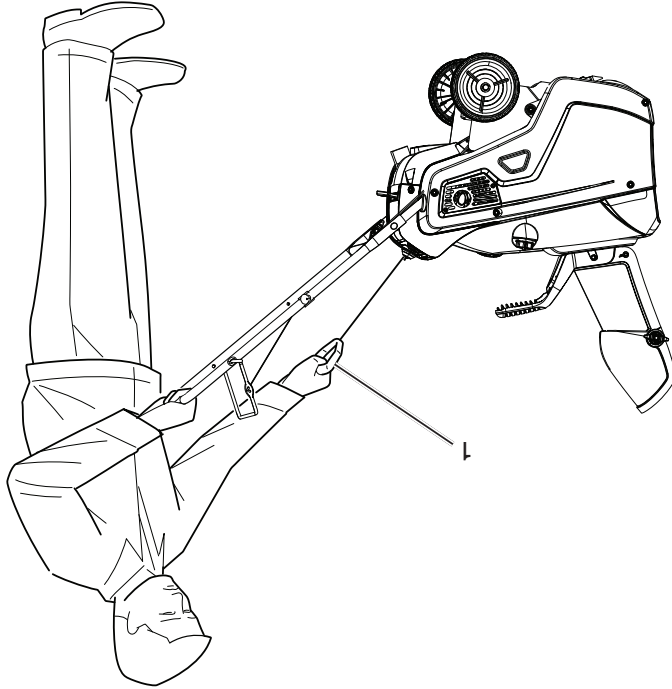
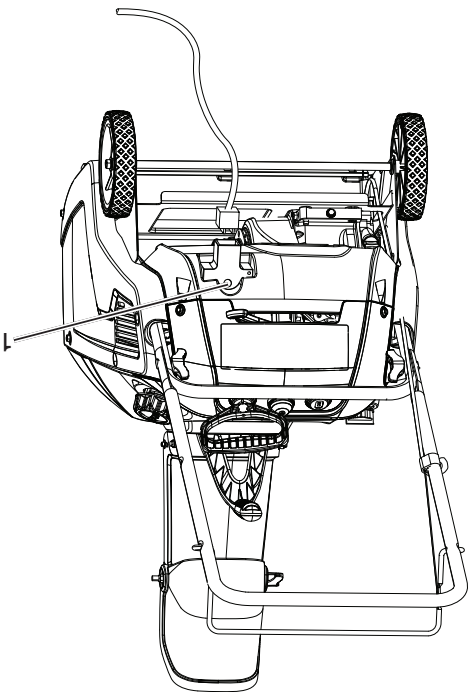

Figure 14
Figure 13
6. Débrancher la rallonge de la source d'alimentation et de la souffleuse à neige (Figure 13).
4. Brancher une rallonge à la souffluse à neige et connecter l'autre extrémité dans une prise à trois branches de 120 VCA; appuyer sur le bouton-poussoir du démarreur électrique (Figure 13) ou tirer sur la poignée du lanceur (Figure 14).